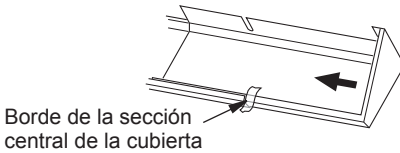

Figura 4 - Ajuste la sección lateral
- Deslice las secciones laterales ajustables por dentro de la sección central. Detenga las secciones cuando el borde de la sección se alinee con la cinta (consulte la figura 4).